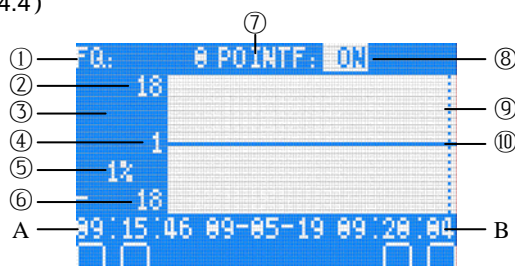
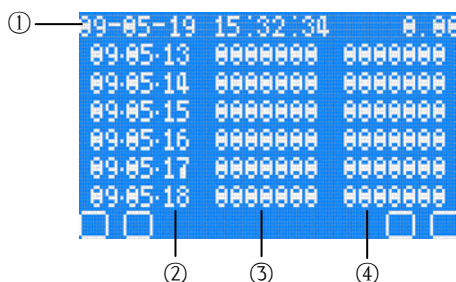

图 4.4
图 4.5
- ① 液晶显示窗
- ② “” 确认键。当光标移动到设定项目，设定项反白显示，点按则进入该设定项的设置，设定完成后，再按该键则退出设定。
- ③ “” 按键：在正常显示状态下用于切换显示综合显示画面 1、2 (图 4.2、4.3)、记录曲线画面 (图 4.4)、电量报表显示画面 (图 4.5)。在数值设定状态下用于移动选择设定的数位；在设定项反白显示时用于快速返回；
- ④ “” 按键：在设定项反白显示时用于向上选择设定项；在进入设定数值状态，数值反白显示时用于增加数值；
- ⑤ “” 按键：在设定项反白显示时用于向下选择设定项；在进入设定数值状态，数值反白显示时用于减小数值；
D 记录曲线画面 (图 4.4)
E 电量报表显示画面 (图 4.5)